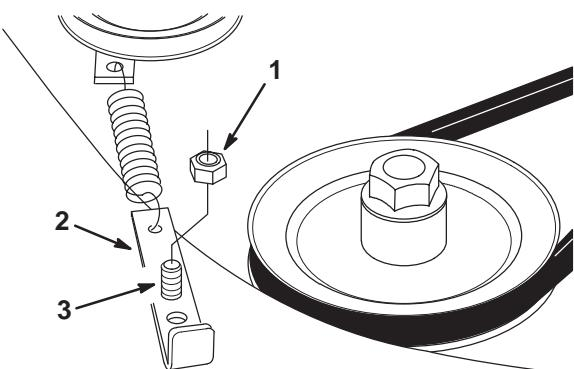

Bild 32
- Heben und lösen Sie den Federanker von der Kopfschraube (Bild 32).
- Bringen Sie das zutreffende Loch des Federankers auf die Kopfschraube, damit sich der Druckscheibendruck auf die Schneidwerk-Spannscheibe erhöht (Bild 32).
- Drehen Sie die Mutter fest auf die Kopfschraube (Bild 32).